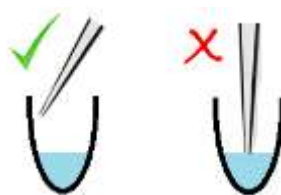

Abbildung 1: Schematische Darstellung des Pipettiervorgangs
**Hinweis:** Während des Pipettierens, den Kontakt der Pipettenspitze mit den vorgetrockneten Mixen am Boden der Wells vermeiden. Es wird empfohlen an den Rand des Wells zu pipettieren, siehe Abbildung 1.